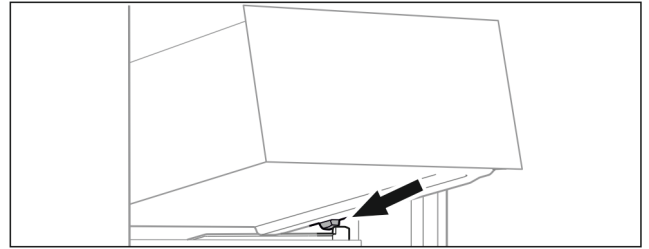

Fig. 97
- ▶ Lade schuin achter de stoppers op containerrib plaatsen. (zie Fig. 97)